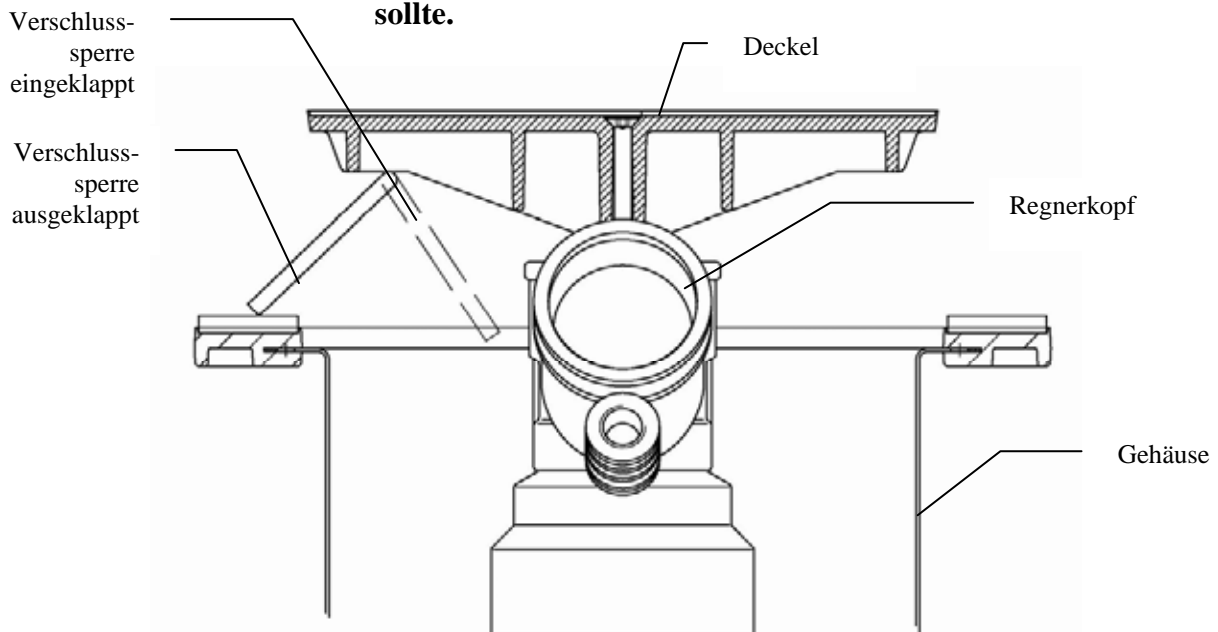

Abb. 2
**Nachfolgend aufgeführte Punkte 5.3, 5.4 und 5.5 werden vorzugsweise bei laufendem Regner durchgeführt. Zuerst die Verschlussperre seitlich vom Regnerkopf (siehe Abb. 2) ausklappen, damit keine Gliedmaßen eingeklemmt werden können, falls der Regner wider Erwarten schließen sollte.**